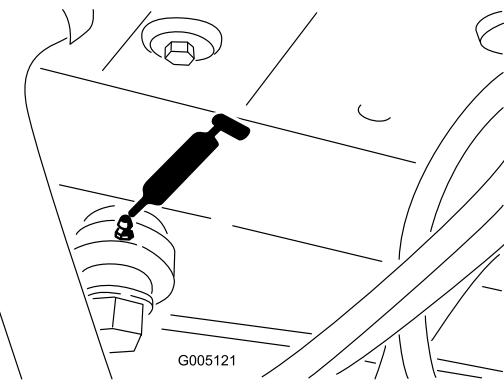

**Figura 35**
- Conjunto do hub do cilindro traseiro ou, se instalado com um kit de tracção às 3 rodas, engates da roda traseira e biela esférica externa (1) (Figura 35)